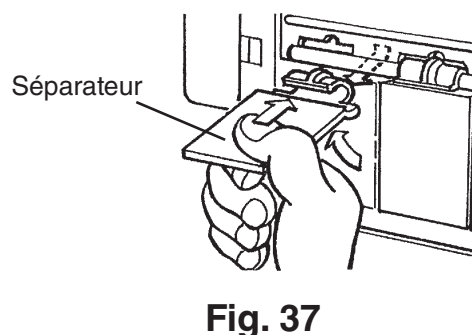

Fig. 37
3. Retirez chaque séparateur en le soulevant en position horizontale et en le poussant fortement vers l'intérieur. Voir Fig. 37.